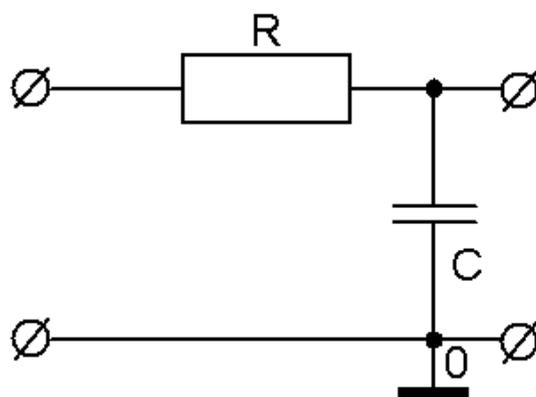

Рисунок 16 – Схема четырехполюсника интегрирующего типа
1. Собрать схему RC цепи интегрирующего типа (рисунок 16) из элементов $R_1 = 2,7$ кОм, $R_2 = 10$ кОм, $C = 10$ нФ.
1. Собрать схему (рисунок 16) RC цепей дифференцирующего типа из элементов стенда.